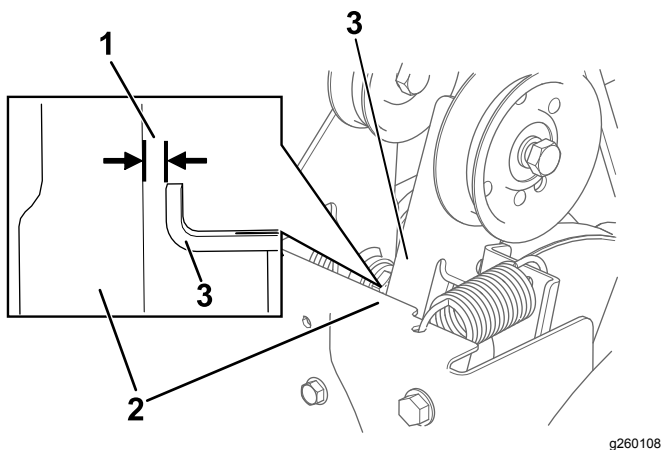

Bild 36
3. Kuppeln Sie den Räumwerk- bzw. Antriebsradhebel aus und stellen Sie sicher, dass der Abstand zwischen dem Schneckenkupplungsarm und dem Rahmen der Maschine 1,5 mm beträgt, wie in Bild 36 dargestellt.